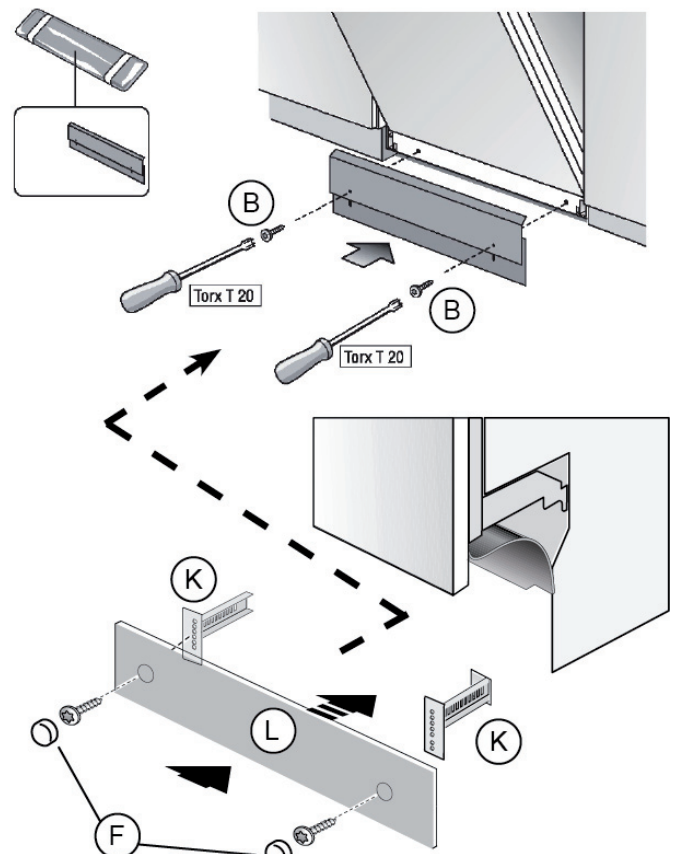
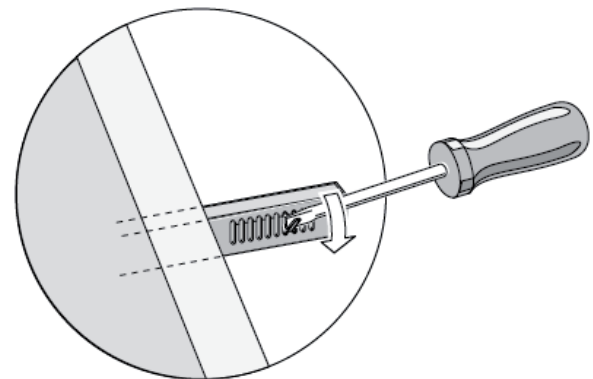

Figure 26
Figure 27
3. Insérer les deux vis noires (comprises) dans les trous prévus sur le panneau de plinthe et les visser. Utiliser les vis fournies afin d'éviter d'endommager le lave-vaisselle. Voir la **Figure 26**.
5. Pour les modèles dotés d'un panneau de plinthe extérieur (3ème pièce), faire glisser les pattes (K) fournies dans les fentes du panneau que vous venez de monter.
6. Une fois la position correcte d'une patte de fixation établie, retirer la patte et plier la languette en métal. Voir la **Figure 27**. Ceci permet de veiller à ce que le panneau de plinthe ne glisse pas plus loin que nécessaire.
8. Fixer le panneau de plinthe extérieur (L) sur les pattes de fixation et visser les vis fournies pour mettre le panneau en place en veillant à ce que le tablier de caoutchouc soit complètement dissimulé derrière le panneau de plinthe extérieur.